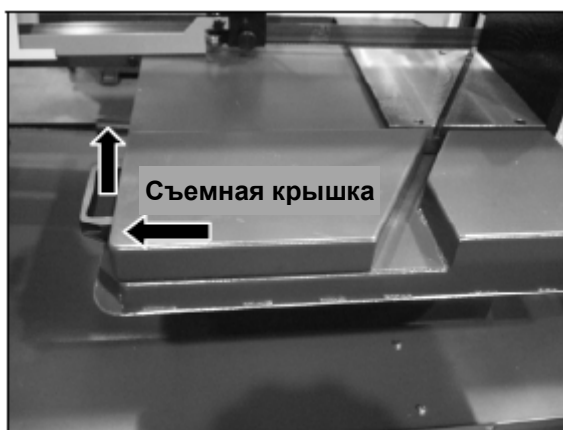

Рис.7
3. Если необходимо выполнить резку под углом с поворотом рамы на оператора или, при обратной резке, необходимо передвинуть на себя подвижную губку тисков, то для удобства работы можно снять со станка съемную крышку переднего стола, как показано на Рис.7.